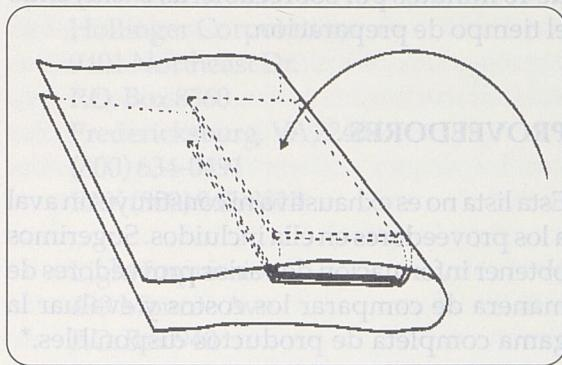

Ilustración 5
5. Cubra nuevamente el libro con el poliéster y voltéelos hacia el otro lado cuidando de que el libro no se mueva sobre el poliéster (Ilustración 5). Repita el paso cuatro.